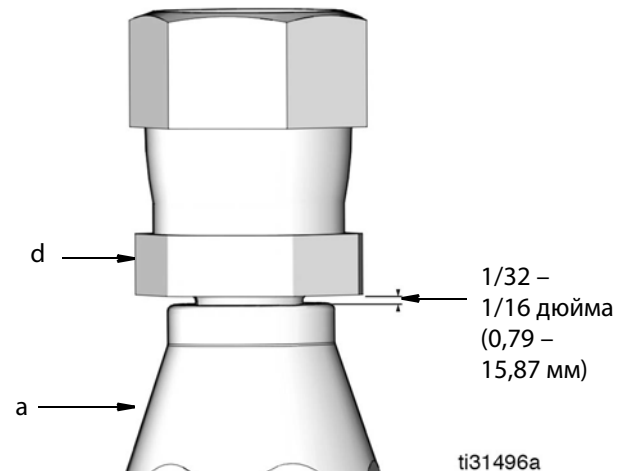

Рис.62
8. Между втулкой (а) и шестигранником (d) оставьте зазор 0,79 – 15,87 мм (1/32 – 1/16 дюйма) (Рис.62).